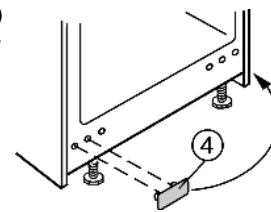

Fig. 4
- Retirer le cache Fig. 4 (4) et l'utiliser pour boucher les trous de fixation vides.